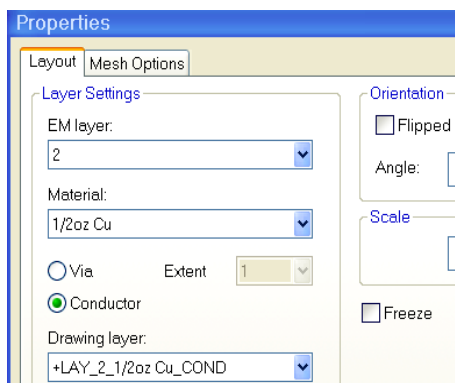

Рис. 11
4. Выделите всю топологию, щёлкните правой кнопкой мышки по любому выделенному проводнику, выберите Shape Properties, отметьте Conductor, назначьте слой электромагнитной структуры (EM layer) – 2 и материал – ½ oz Cu (Рис. 11).